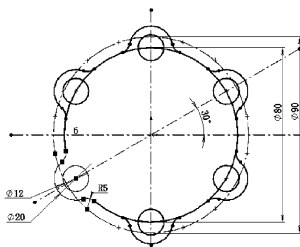

图 2-46 圆周阵列操作
STEP 9 单击“草图”工具栏中的“圆周阵列”按钮, 捕捉原点作为“旋转中心”, 设置旋转阵列的个数为 6 个, 选择“要阵列的实体”为小圆、外侧的圆弧和倒圆弧, 单击“确定”按钮执行阵列操作, 如图 2-46 所示。